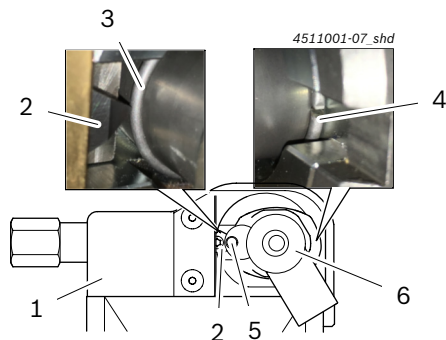

Fig. 8: Správna poloha poistného rozperného krúžku
4. Otvor rozperného krúžku (Fig. 8, poz. 4) otočte na stranu oproti strane s najhrubšou stenou.
- ⇒ Poistný krúžok (Fig. 8, poz. 3) je umiestnený presne vo výške vratnej reznej platne (Fig. 8, poz. 2).